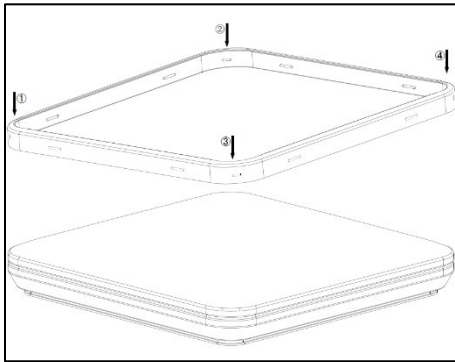

Figure 6
2. Installez la garniture déco noire à partir du bas du diffuseur en commençant par 1 coin, puis enclenchez les autres coins en place pour bien fixer la garniture déco sur le diffuseur. (Voir Figure 6).